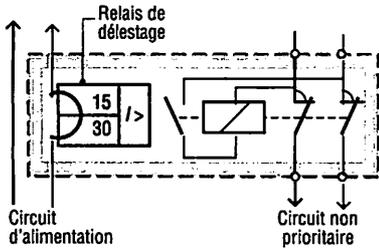

Fig. 10 : Principe du relais de délestage.
4.2. Principe de fonctionnement (fig. 10)